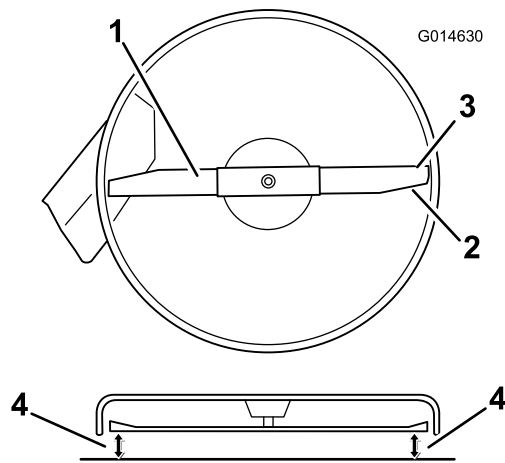

Bild 50
- Drehen Sie die Messer vorsichtig, damit sie alle seitlich gestellt sind (Bild 50).
- Messen Sie den Abstand zwischen den äußeren Schnittkanten und der ebenen Oberfläche (Bild 50). Wenn beide Messwerte nicht innerhalb von 5 mm liegen, ist eine Einstellung erforderlich. Machen Sie mit diesen Schritten weiter.